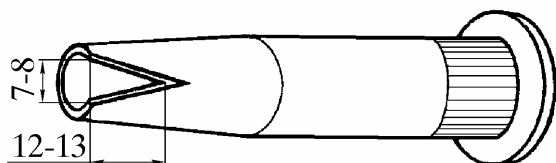

Рис. 14. Насадка для нанесения клея
6.14.1. Отвинтить от картуша с клеем насадку, сделать в ней вырез согласно рис. 14